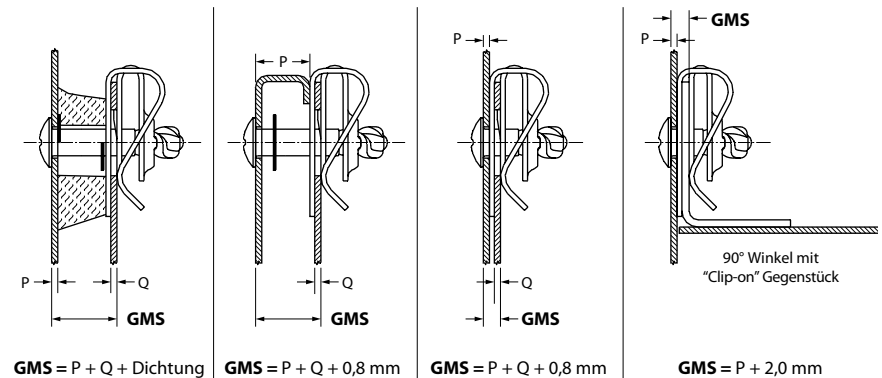

Abb. 1 Gesamtmaterialestärke (GMS)
- Die Gesamtmaterialestärke ist zu bestimmen wie in Abb. 1 dargestellt.